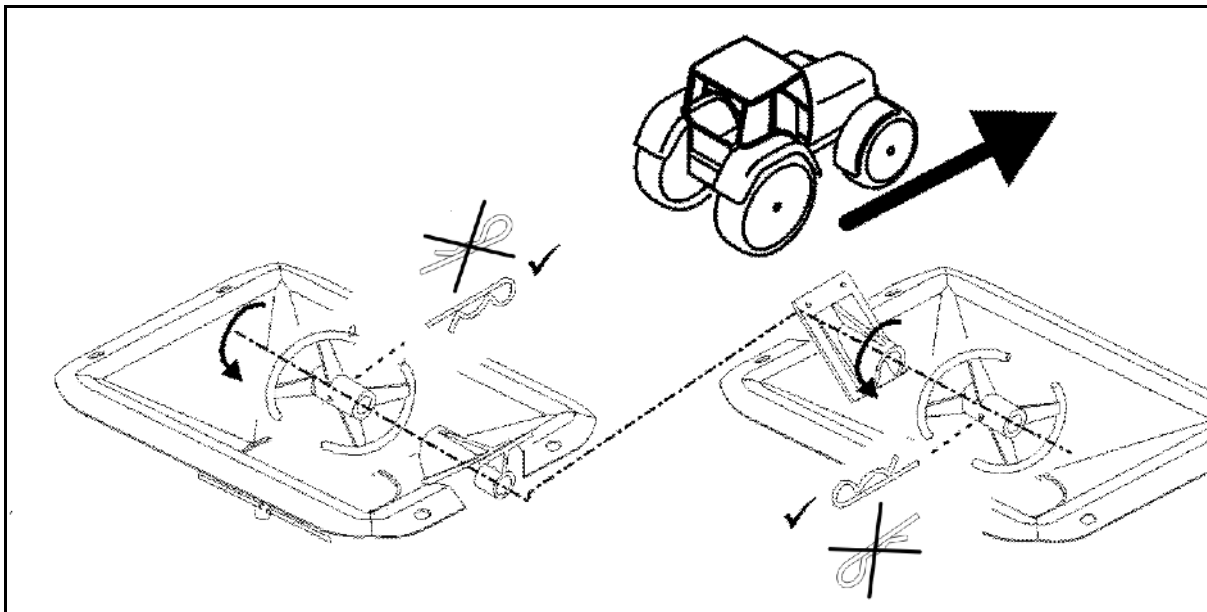

Fig. 72
2. Avlast fjærene (Fig. 72/1) ved å løsne mutterne (Fig. 72/2).